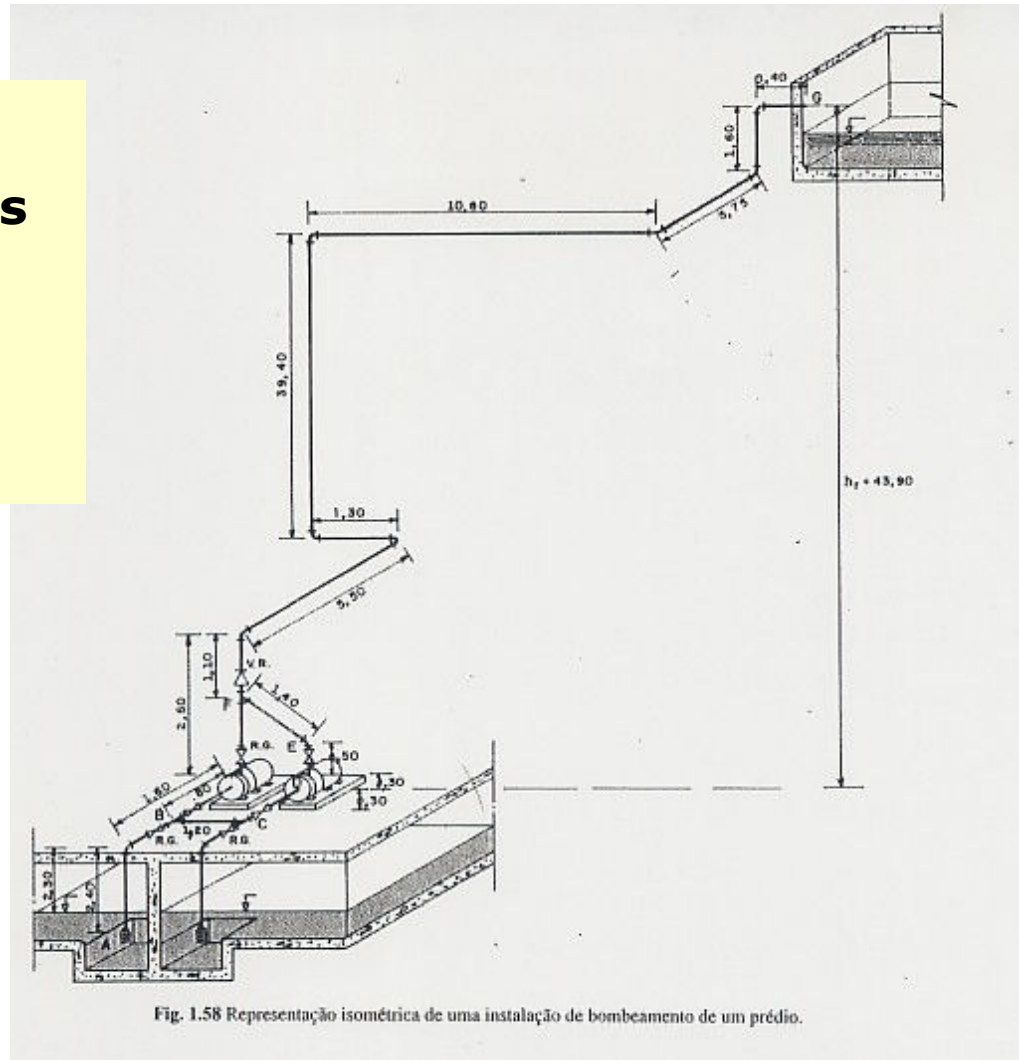

Fig. 1.58 Representação isométrica de uma instalação de bombeamento de um prédio.
Especificar uma bomba recalque para um edifício residencial com os dados abaixo e conforme Fig.1.58.
1. Altura estática de sucção: $H_{SUC} = 2,3 \text{ mca}$ (retirada da fig. 1.58)